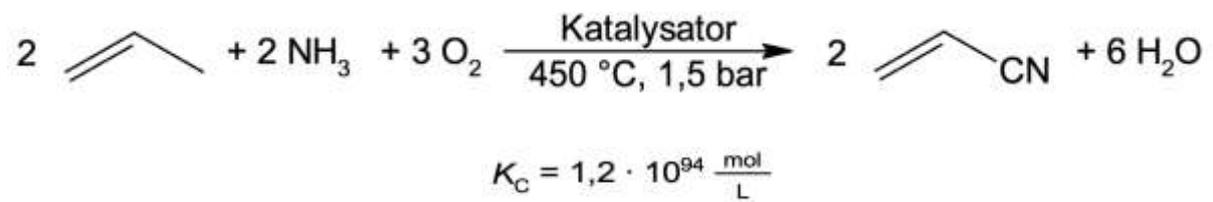

Abb. 8: Reaktionsschema für das SOHIO-Verfahren₃
2. Die Herstellung von Acrylnitril findet großtechnisch u. a. mithilfe des SOHIO-Verfahrens statt (Abb. 8). Dabei wird Propen mit Ammoniak und Sauerstoff zu Acrylnitril und Wasser umgesetzt: